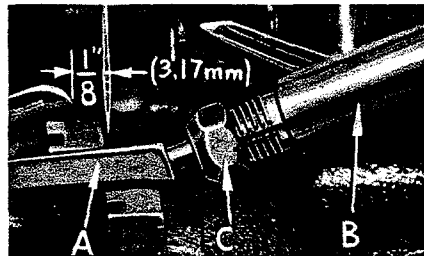

Fig. 5
Bei allen in diesem Katalog angeführten Maschinen, führe den Untergreifer (A, Fig. 5) in die Bohrung der Stange (B) ein. Bei linksseitiger Endstellung des Greifers stelle die Greiferspitze mit einem Abstand von  $1/8'' = 3,2$  mm zur Nadelmittle ein, wobei die Greiferlehre Teil Nr. 21225- $1/8$  benutzt werden kann. Die Nadel darf vom Untergreifer nicht weggedrückt werden. Ziehe Mutter (C) fest an.
On all of the Styles covered in this catalog insert lower looper (A, Fig. 5) into bar (B). With lower looper at left end of its stroke, set looper point  $1/8'' = 3,2$  mm from center of needle (Fig. 5), using looper gauge No. 21225- $1/8$ . Do not have lower looper deflecting needle. Tighten nut (C).